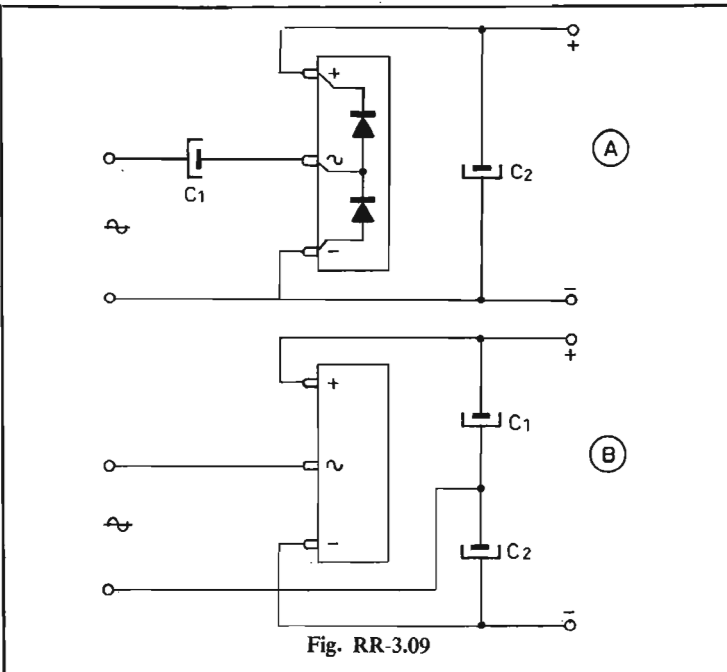

Fig. RR-3.09
3° L'organe que vous avez dessiné sur votre lettre est un redresseur Siemens au sélénium type 250 V eff., 300 mA pour redressement monoalternance en doubleur de tension. Schéma d'utilisation : voir figure RR-3.09 en (A). Sur la même figure, en (B), schéma pour redressement en doubleur de tension, mais avec redressement des deux alternances.